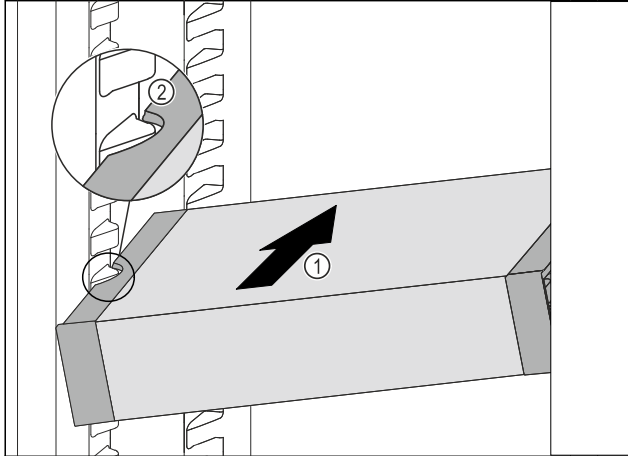

Fig. 148
- VarioSafe schräg in das Kühlteil einschieben Fig. 148 (1), bis sich die seitlichen Aussparungen Fig. 148 (2) des VarioSafes auf Höhe der Behälterrippe im Kühlteil befinden.